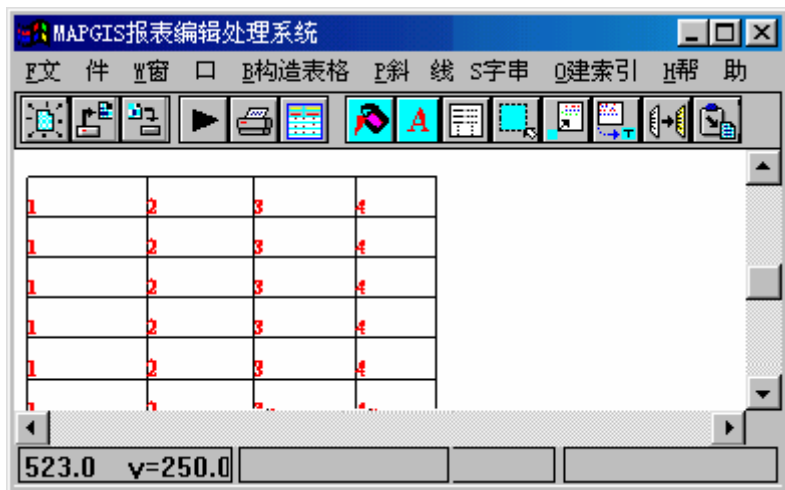

图 9-17 已编辑块区的表格
④ **编辑块区**：编辑块区功能用来在表格中指定要插入属性数据的位置。具体操作为：
- B. 在已制作好的表格按下鼠标左键并拖动鼠标拉一个方框，则落在方框内的区域即为要插入属性数据的块区，设置不正确可重新设置。设置完毕后，系统将会立即在块区显示出记录插入位置及字段排列情况。如图 9-17 所示：